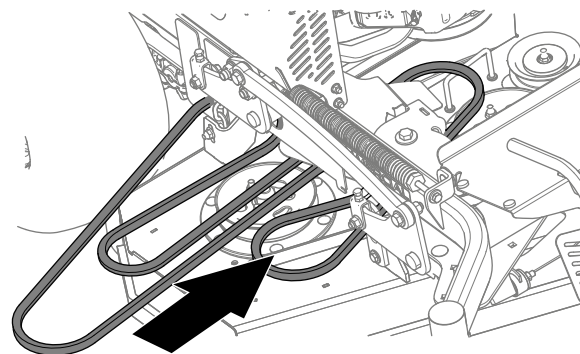

Figure 78
1. Installez la courroie dans le plateau de coupe (Figure 78).